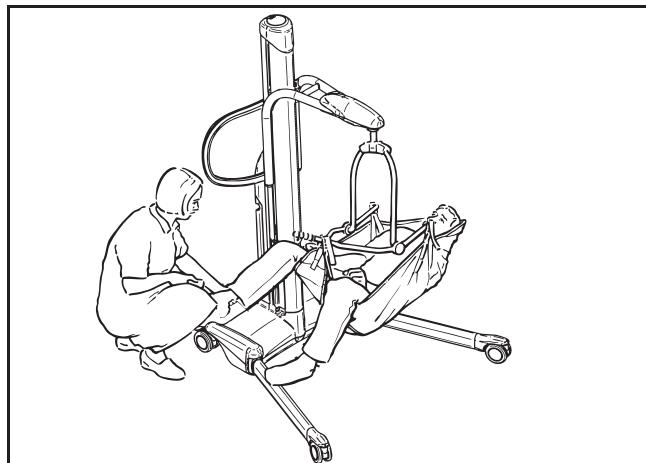

图 35
如您的移位机配有电动 DPS 吊架（参见图 35），那么这种类型的吊架在使用上（包括吊兜的放置、吊兜与吊架的连接以及病人的控制）与本手册之前所讲述的手动 DPS 吊架相同。
**警告：**在使用装配有电动 DPS 吊架的移位机之前，应先熟悉图 35 中所示的各种部件。阅读并充分理解相关操作说明，以避免出现可能导致受伤的错误。